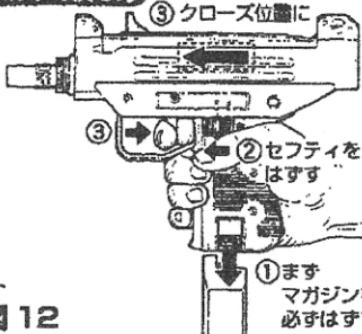

図 12
4. 発射ガスの性質上、ガス注入されたマガジンをつけた銃を逆さま（銃口を下、もしくはマガジン入口を上）にして置き、直後に正立にして作動させる、または逆さまのまま作動させると生ガス（液状ガス）を銃口・ボルト周りの隙間等から噴きます。ガス消費が早まると同時に銃内のオイル分を流してしまい、不調の原因になりますので、お止めください。⇒図12メンテナンス 参照
5. 発射ガスの性質上、①気温の低い時（おおよそ20℃以下）、②連続発射後、③生ガス発射後、に銃がいわゆる「冷え」の状態になってしまい、パワーダウン（作動圧不足）・ガス消費（ガス切れ）等を起こし正常に作動しないことがあります。冷えによるパワーダウンの場合、必ずセフティをかけて、銃からマガジンをはずし、そのままで常温に戻るまでお待ちください。また一旦ガス消費（ガス切れ）症状を起こし冷えてしまった銃・マガジンには、必ず常温に戻ってからガス注入をして、銃につけてください。加温は絶対にお止めください。3. マガジンの使い方 の △ガスボンベ・ガスガン使用上の注意 部分をお守りください。※必ずガスボンベ本体の警告文もお読みください。
6. △残弾警告②（マガジンに弾が残っているのに発射圧がなくなった場合）：特に20℃以下の低温時、構造上しばらく撃つことにより、冷えによるガス圧不足・ガス消費（ガス切れ）症状を起こしやすくなり、マガジンに弾が残っていてもボルトが クローズ位置 で止まり発射できなくなります。この時発射できないから銃内に弾がないと絶対に判断しないでください（3. マガジンの使い方 の △残弾警告①も参照）。マガジンを銃からはずすだけでは弾が銃内に残る（詰まる）場合があり、このまま放置すると次操作時残弾を忘れて発射してしまう危険性があります。続けてすぐに撃たない場合は、ただちに 7. 発射を終える時の処理 を行い銃を安全な状態にしてください。マガジンがついていないというだけで、その銃内にBB弾がないだろうとは絶対に判断しないでください。
5. ボルトの戻し方 ⇒図12参照